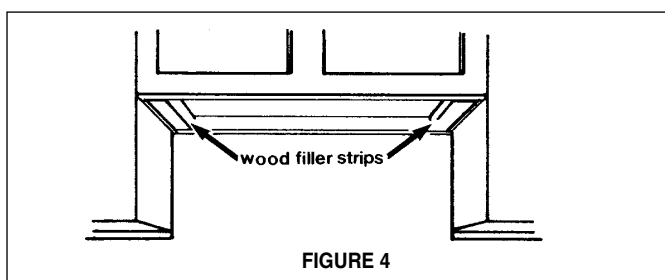

FIGURE 4
3. Si le bas de l'armoire est en retrait, il faut installer des montants en bois afin d'assurer un alignement approprié avec le bas de l'armoire. Ces montants en bois doivent être égaux ou en retrait de 1/16" à 1/8" po avec le bas de l'armoire, tel qu'il est illustré à la **FIGURE 4**.